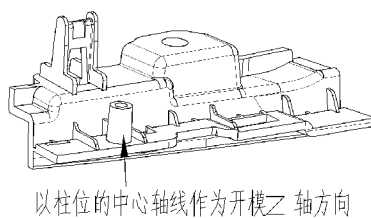

图 1-2 以柱位的中心轴线
2) 利用塑料制品上的圆柱面 (包含孔, 空心柱位) 找正 Z 轴, 如图 1-2 所示。